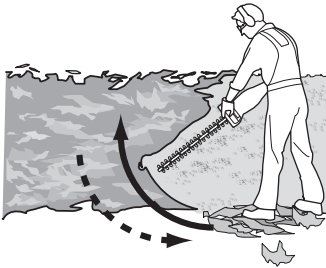

Fig. 5
3. Sujete siempre el producto con ambas manos por el mango delantero (4) y el mango trasero (6). No utilice nunca este producto con una sola mano.
5. Primero corte ambos lados desde abajo hacia arriba. Esto evitará que alguno de los recortes caiga en el camino de la zona que queda por cortar (Fig. 5).